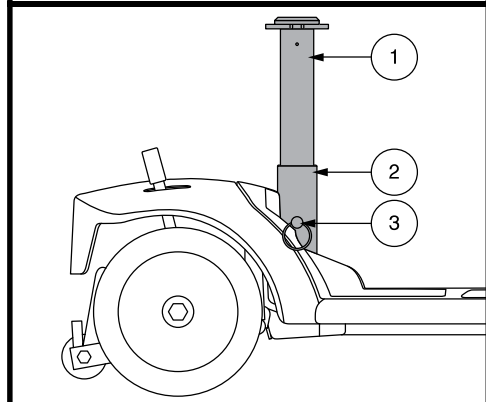

Figura 26. Regolazione dell'altezza del sedile
È possibile posizionare il sedile ad altezze differenti. **Vedere figura 26.**
2. Rimuovere il montante della sella dal miniscooter staccando il perno di fermo dalla parte inferiore del reggisella, poi sollevare il montante ed estrarlo dal miniscooter. **Vedere figura 26.**